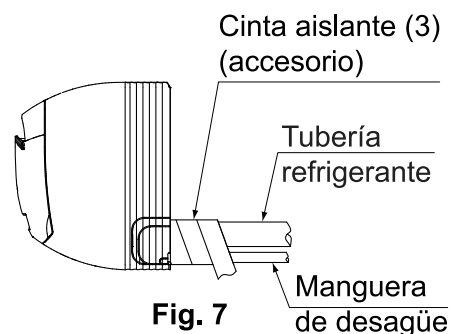

Fig. 7
**Para tubería derecha, abajo derecha y atrás derecha (Refiérase a la Fig. 7)**
- Envuelva la manguera de desagüe y la tubería refrigerante juntas con la cinta aislante (3) de forma que la manguera quede debajo de la tubería refrigerante.